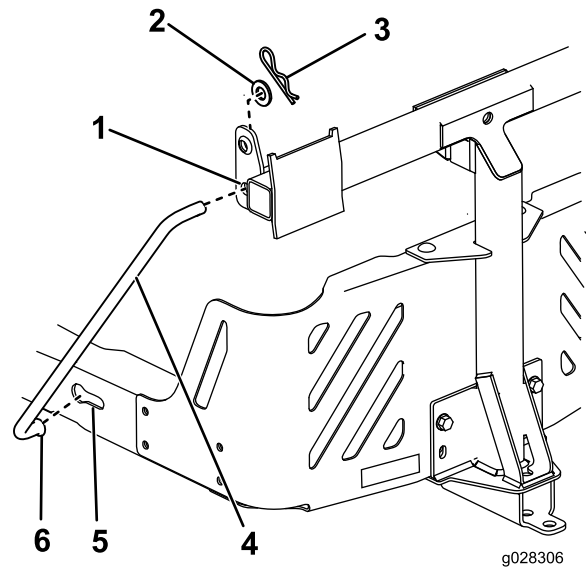

Bild 5
5. Setzen Sie das gebogene, flache Ende einer Stange in den verkeilter Schlitz an der linken Seite des Maschinenrahmens ein und bewegen die Stange nach hinten, damit sie im Rahmen sitzt (Bild 5).
6. Setzen Sie die gebogenen Enden der Stangen in die Anbaugerätfestigung ein, wie in Bild 5 abgebildet, und befestigen Sie das Ende jeder Stange mit einer Scheibe und einem Splint.